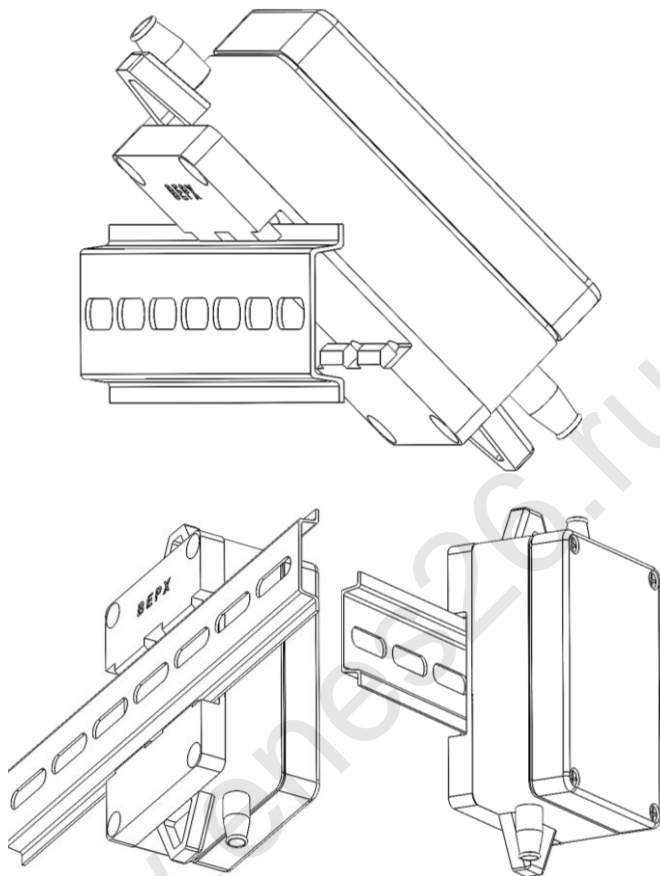

Рисунок 3
7.3 ППД крепится на DIN-рейку путем защелкивания комплектной крепежной пластины (начиная с верхних «зубцов»), рисунок 3.